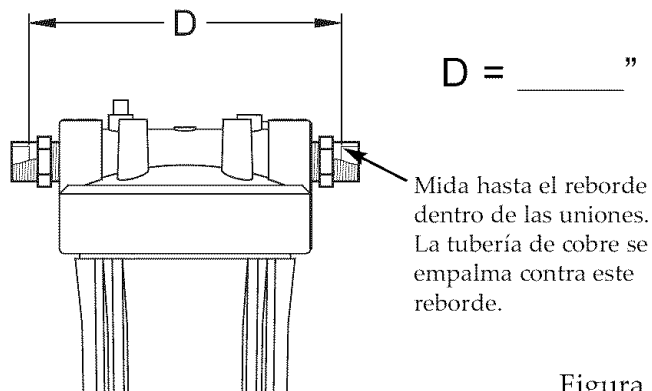

Figura 7
3. Retire la tuerca y la virola de latón de ambas uniones de compresión y consérvelas aparte. Con una cinta de medir o una regla, mida la distancia "D" como se ilustra en la Figura 7. Escriba dicha distancia en el espacio que está a la derecha para no olvidarla.